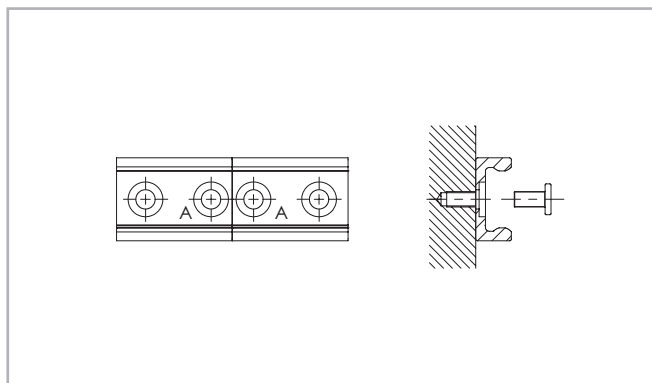

图 80
- (1) 安装单个滑轨, 拧上所有螺栓, 除了拼接滑轨的接头部位的螺栓。
- (2) 安装完成后不要拧紧他们 (见图80)。